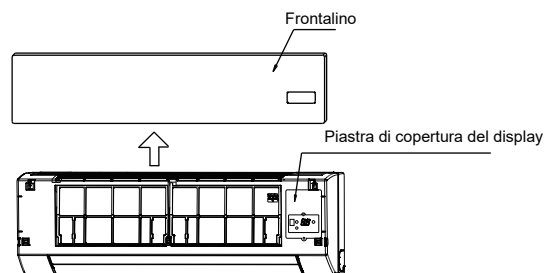

Fig. 7-1
- Estrarre il frontalino, quindi smontare la piastra di copertura del display. (Cfr. Fig 7-1)